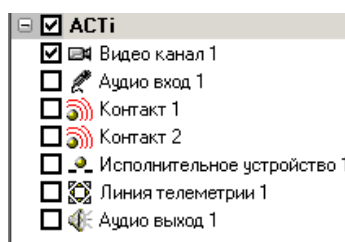

Рис. 3.2—6 Список объектов, поддерживаемых IP-устройством
- 7.1. Раскрыть список объектов, поддерживаемых IP-устройством, нажав кнопку [±] (Рис. 3.2—6).